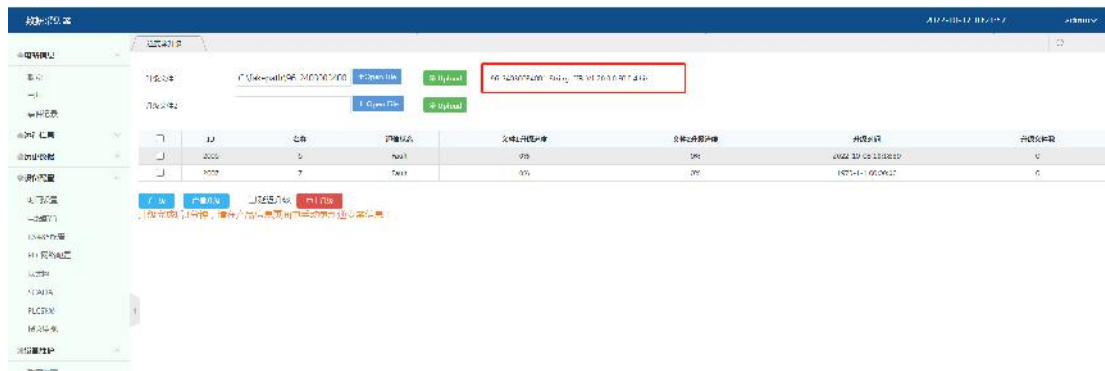

图 5.44
2. 【升级文件 1】/【升级文件 2】的【OpenFile】按钮打开需要升级的文件，点【Upload】，提示上传完成后，如图 5.44 所示：